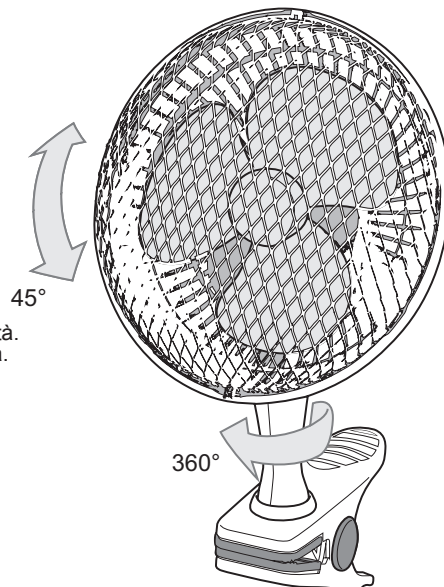

Figura 4
2. Ajuste el ángulo de orientación de la corriente de aire (ver figura 4). Las posiciones del ventilador son:
- b. Gire a la izquierda y la derecha (360° alrededor del eje) (ver figura 4).
5. Para detener el ventilador, la selección posición '0' con el ajuste de velocidad (4).